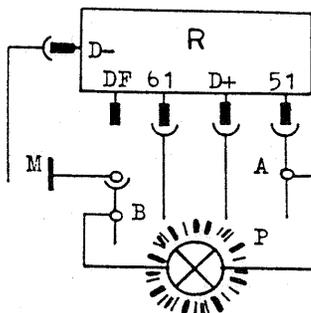

Fig. 59
- Ensuite, mettre la liaison câble DF et B directement à la masse (voir fig. 59).